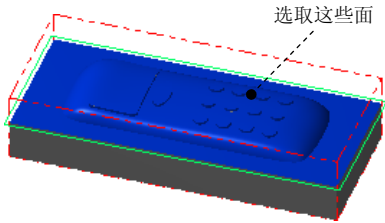

图 24.9 选取加工面
(1) 在图形区中选取图 24.9 所示的曲面,然后按 Enter 键,系统弹出“刀具路径的曲面选取”对话框。